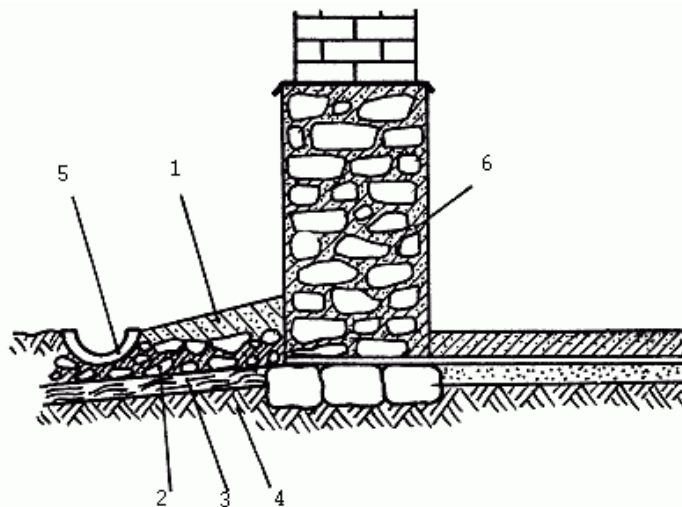

Рис. 20. Устройство отмостков: 1 – цементный раствор; 2 – щебень или битый кирпич; 3 – глина; 4 – грунт; 5 – водосточная канава; 6 – фундамент
1. Необходимо устроить водоотводную канаву для обеспечения быстрого отвода (рис. 20).